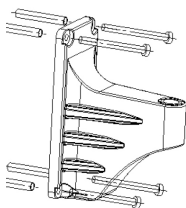

Fig.1
4. Прикрутите кронштейн четырьмя саморезами должным образом (Рис. 1)